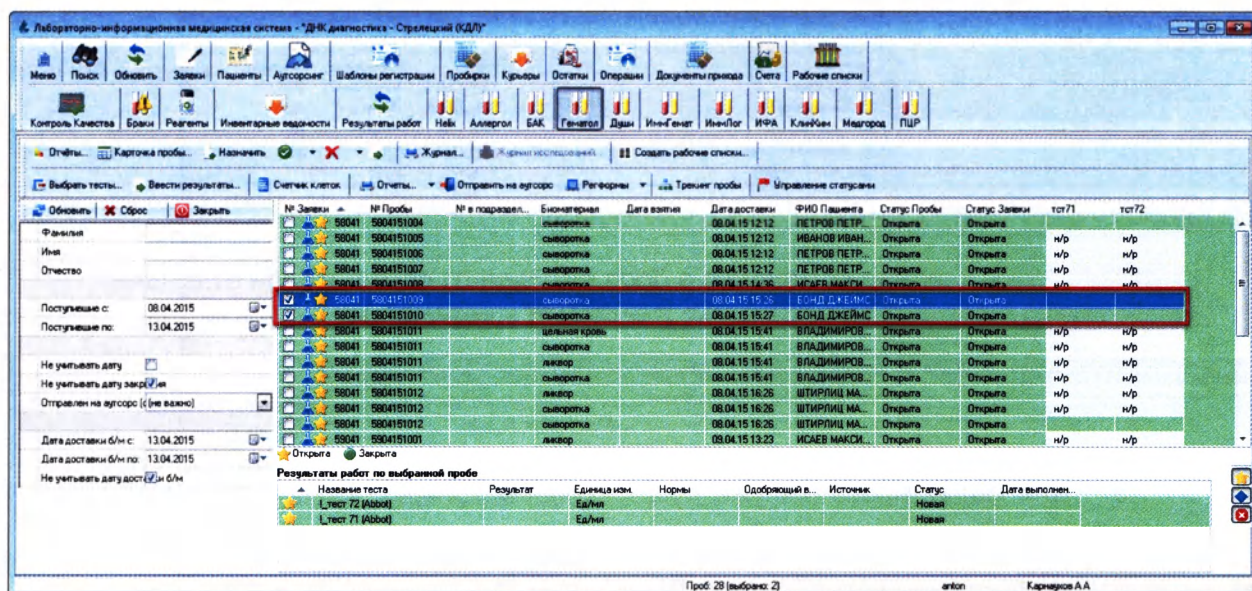

Рисунок 5.18
- Выберите пробы в рабочем журнале (Рисунок 5.18):